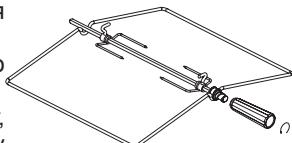
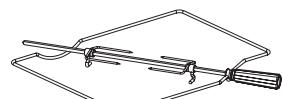

рис. 14
рис. 14.1
1.Плиты могут комплектоваться вертелом различной конструкции, со съемной рукояткой (рис.14). В зависимости от комфорта плиты могут комплектоваться вертелями другого исполнения (рис.14.1). Для вертела (рис. 14) при установке и извлечении использовать рукоятку, которая накручивается на резьбовую втулку.
Во время приготовления дверца должна быть закрыта, для вертела (рис.14, 14.1) рукоятка должна быть снята.